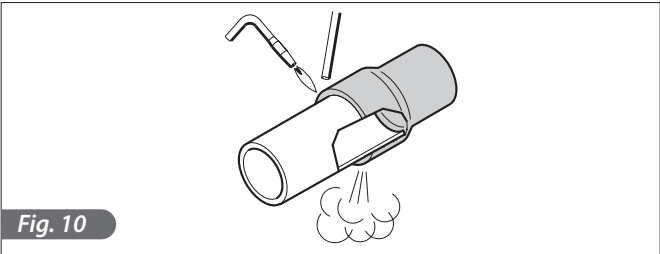

Fig. 10
- 3) Soldaduras herméticas (Fig. 10).